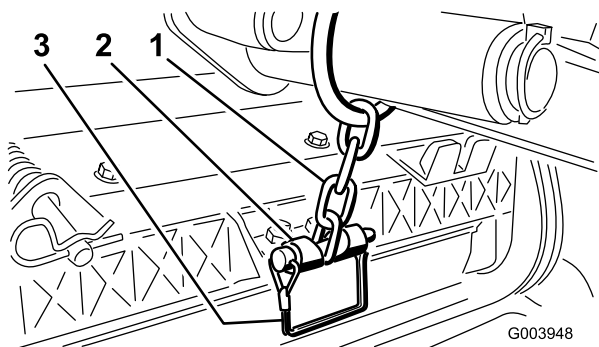

Figura 12
12. Prenda a corrente do braço de elevação ao suporte da corrente com o pino de encaixe (Figura 12). Utilize o número de elos da corrente conforme descrito no *Manual do utilizador* da unidade de corte.